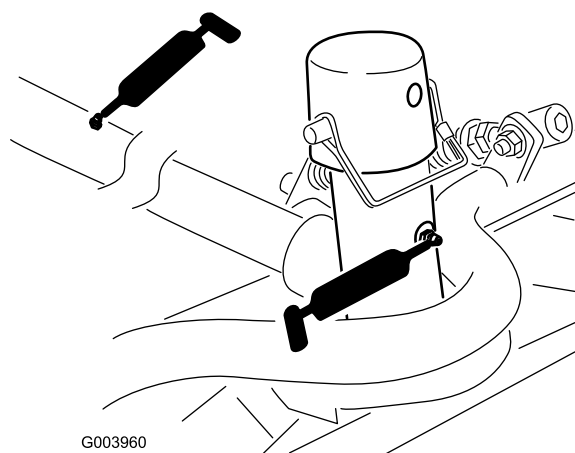

Figura 77
- Bastidor de tiro y pivote de la unidad de corte (2 en cada) (Figura 77).